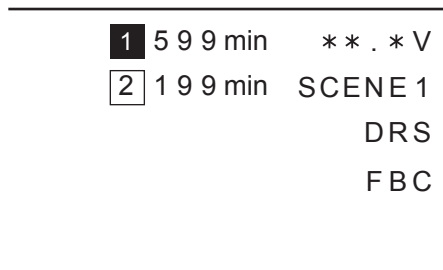

Fig. 1
- Le niveau de charge de la batterie est suffisant. (Fig. 1)